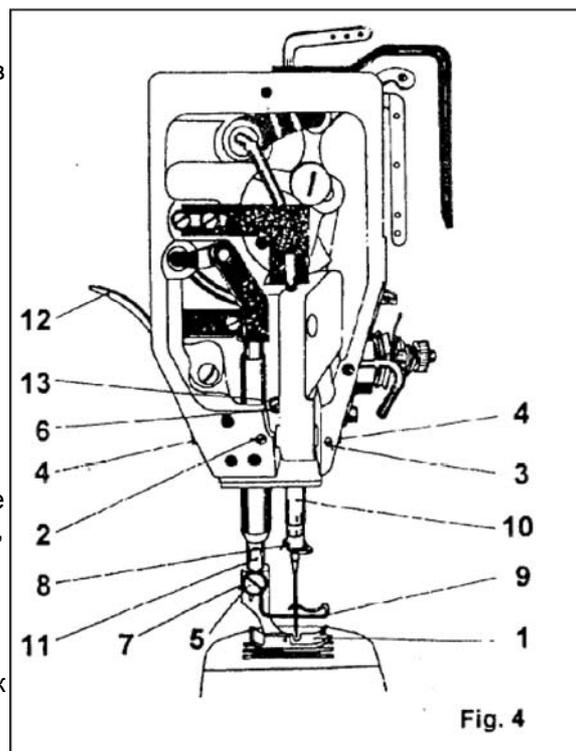

Fig. 4
5) Подъем прижимной лапки (рис.4)
7) Установка иглы (рис.4)
14. Замена прижимной лапки (рис. 4)
16. Регулировка продольной траектории движения иглы (установка уколов в центр отверстия игольной пластины) рис. 4.